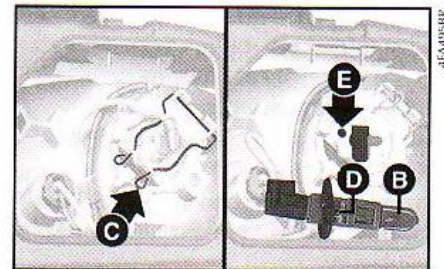

fig. 17
- 2) Desencaixar a mola **C-fig. 17** de fixação, retirar a lâmpada **B** e substituí-la.